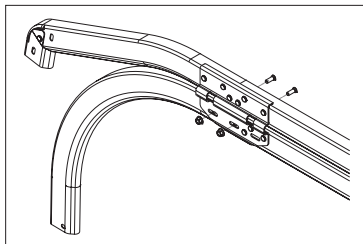

Рис. 12.1.
1) собрать горизонтальную направляющую с радиусным профилем. Для крепления радиусного профиля к соединительной пластине горизонтальной направляющей необходимо установить два пресс-болта М6х16 и гайки с буртиком (рис. 12.1).